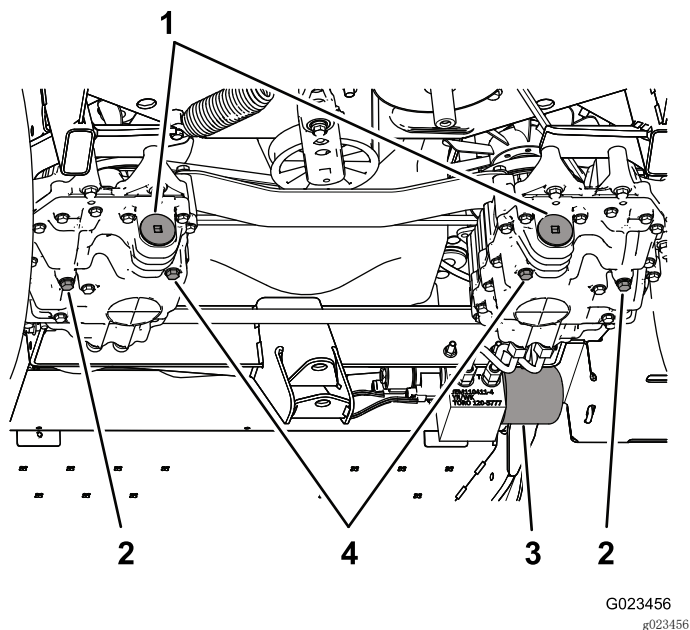

图69
3. 拆下泵这一侧和齿轮这一侧的排油塞（图69），让油全部流出。